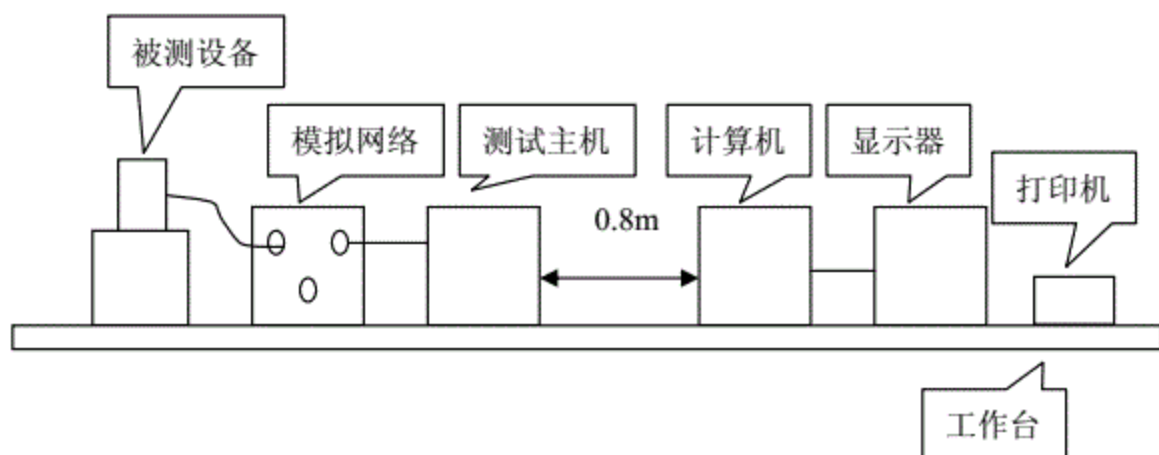
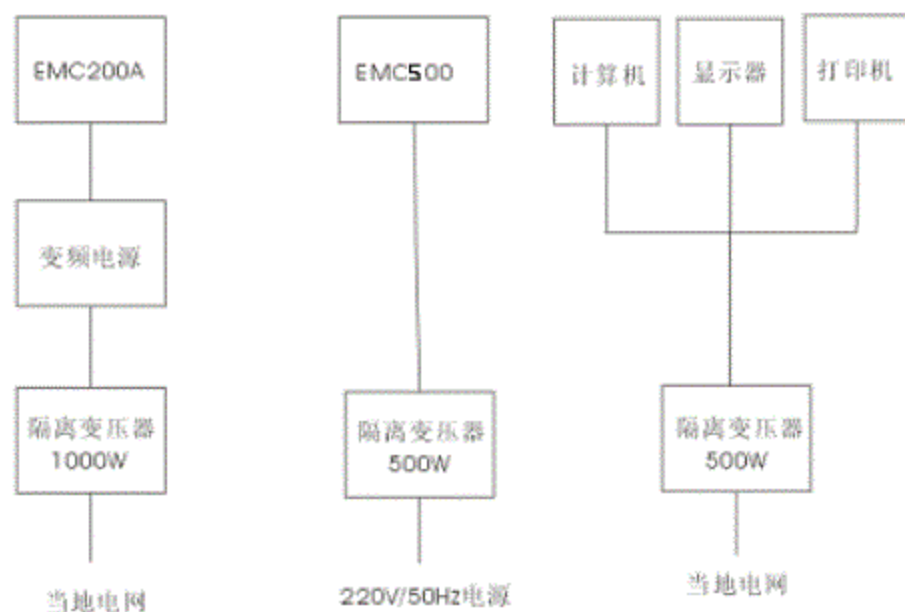

图 2 系统布置示意图
图3 隔离变压器的摆放
如图3所示，配置3个隔离变压器，计算机、打印机配用一个；EMC500接收机配用一个；EMC200A匹配网络用一个，若有条件，在隔离变压器与EMC200A之间接一个线性变频电源，以给被测设备提供一
注意：图 3 所示的 1000W 隔离变压器是一个参考量，用户应该根据被测设备的功率选择合理的隔离变压器瓦数；同样，变频电源的瓦数也取决于被测设备。
(1) 按图 2 和图 3 所示的位置摆放好后，首先连接 EMC200A 匹配网络和放置在后面的接地金属板，使用本公司提供的铜片，把匹配网络后面板与放置于仪器后面的接地金属板可靠连接，并用相应的螺栓紧固。
(2) 连接好 EMC500 接收机与电脑之间的通讯线。